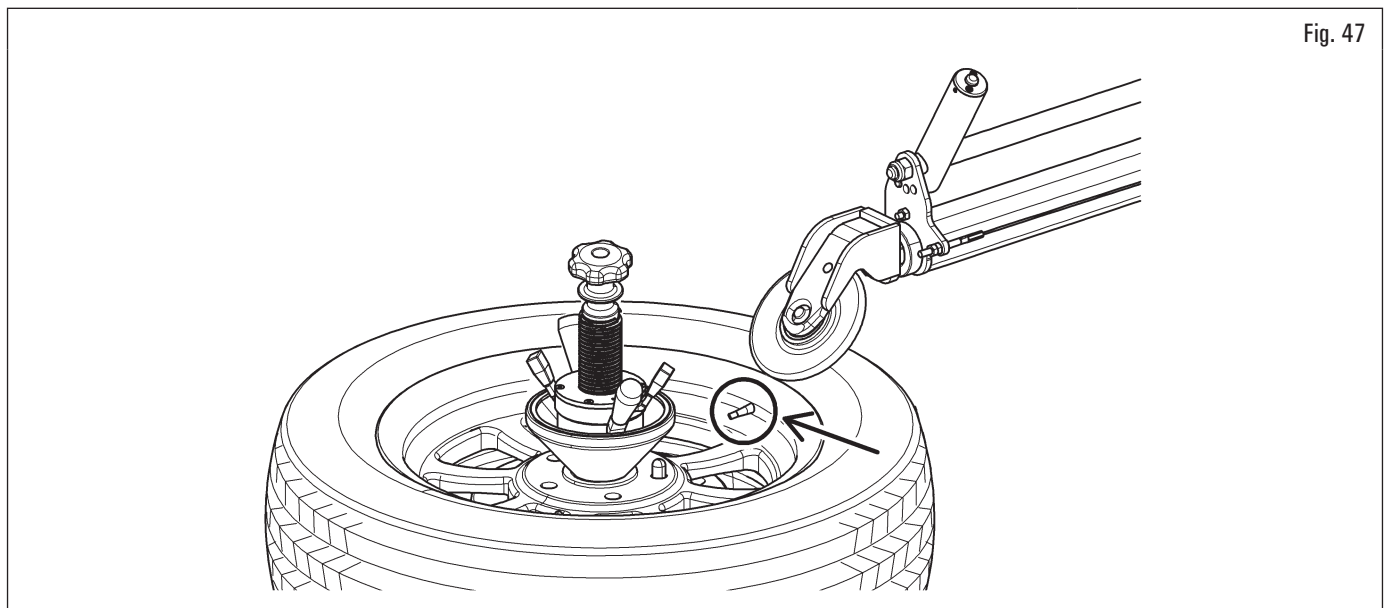

Fig. 47
4. activar la rotación de la rueda hasta que la válvula quede en correspondencia con el rodillo destalonador superior (Fig. 47);